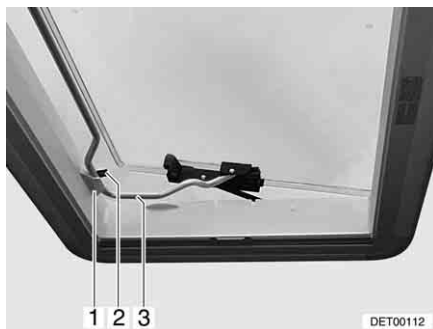

Fig. 74 Lanterneau Heki en position de ventilation 2
- Insérer l'étrier (Fig. 74,3) dans le support (Fig. 74,1).
- Placer le levier (Fig. 74,2) sur l'étrier.